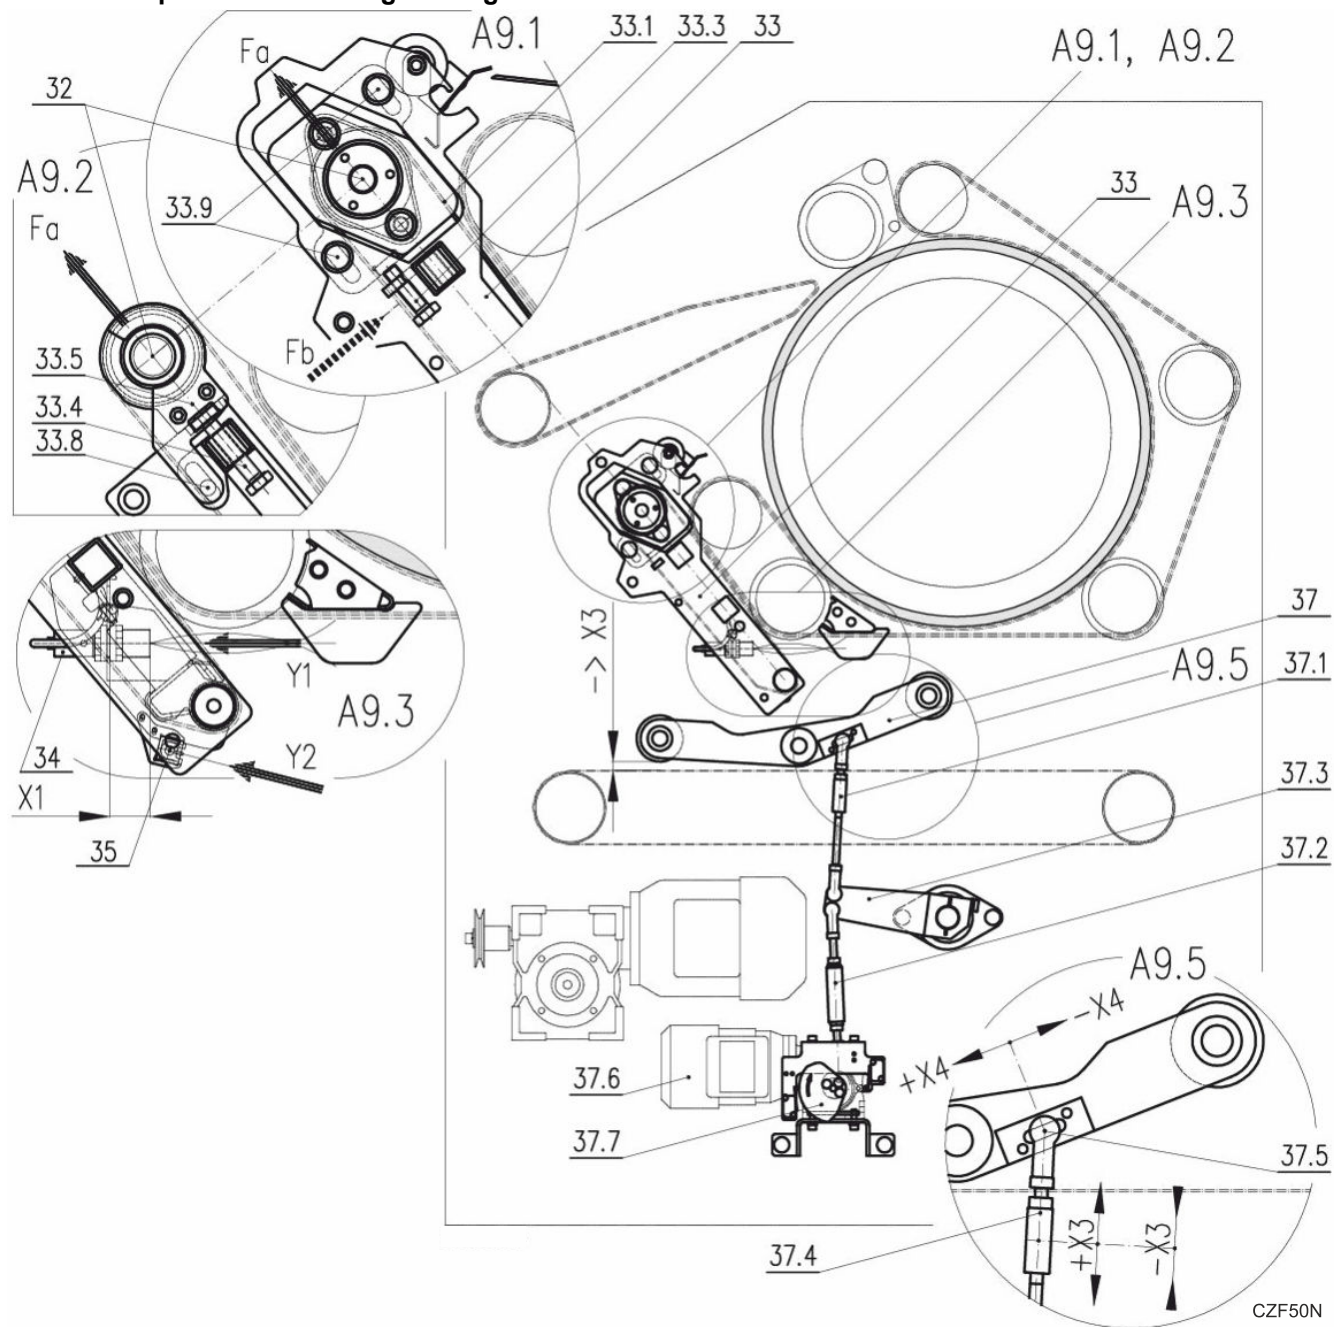

Figura 64
- O sistema de dobragem longitudinal integrado – *Figura 64* – está concebido para a dobragem longitudinal de roupa, de acordo com o parâmetro selecionado pelo operador. O sistema integra o transportador de inversão – capítulo *Transportador de inversão* – e um conjunto de sistemas complementares, descritos, em termos gerais, no Suplemento de Funcionamento e, mais ao pormenor, no capítulo *Tensionamento da correia do transportador inclinado*.
Legenda de Figura 64
- Consulte *Figura 64*, detalhe A9.1, A9.2.
- A inspeção das correias (33.1) do transportador inclinado (33) só pode ser efetuada com a máquina desligada e depois de desdobrar ou desmontar a entrada.
- O tensionamento das correias (33.1) é realizado mediante a ligeira elevação do cilindro (32), utilizando os parafusos de tensionamento (33.3), depois de soltar os parafusos de fixação (33.9) situados nos lados interiores dos suportes.
- Consulte *Figura 64*, detalhe A9.3.
- O sensor ótico difuso (34) é um dispositivo eletrónico que fornece informação acerca do início e do fim da roupa a dobrar para a unidade de controlo.
- O eléctrodo antiestático (35) é um dispositivo de alta tensão que elimina a ocorrência de carga eletrostática na roupa dobrada.